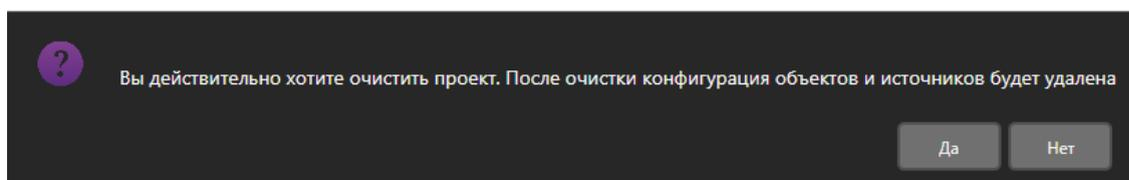

Рисунок 9.2 – Подтверждение очистки меню «Проект»
- 3) Подтвердите намерение очистки проекта через соответствующее окно подтверждения (см. Рисунок 9.2).